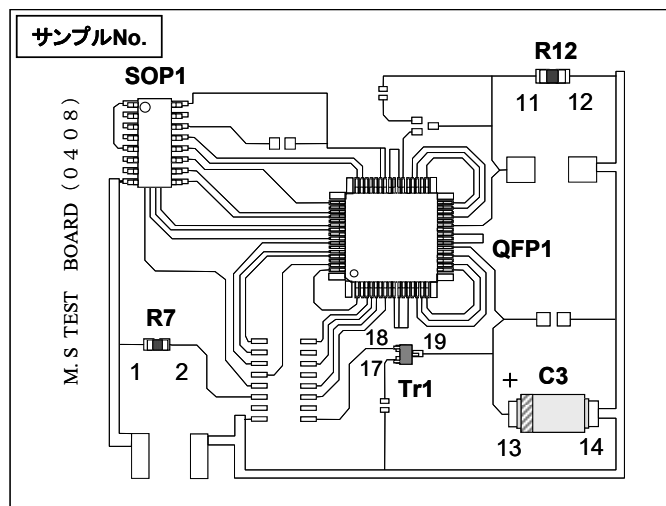
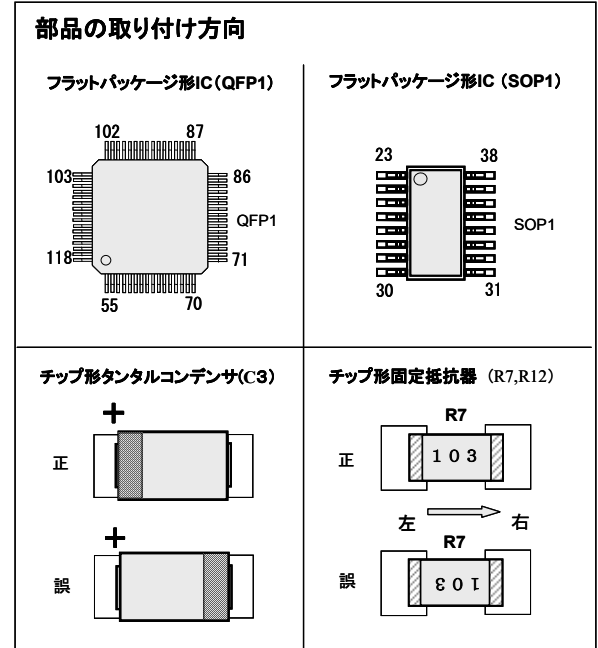

図 1 試験材の組立図
図 2 部品の取り付け方向
指定された試験材を「マイクロソルダリング技術認定・検定試験における品質判定基準」に基づき、指定の組立図（図 1）と相違ないか、10 倍の顕微鏡を用いて 20 分間で検査しなさい。なお、部品の種類は表 1 に、部品の取り付け方向は図 2 に従うこととする。
- ⑤ 解答用紙に指定された試験材のサンプル No.を記入しなさい。
- ⑥ 解答用紙の縦の良否判定項目欄は「マイクロソルダリング技術認定・検定試験における品質判定基準」該当する各不良名称および良品を示し、横の欄は試験材に該当する部品記号およびランド No.を示している。
- ⑦ 試験材が図 1、図 2 および表 1 に示す実装状態であるかを検査し、該当する部品記号と当てはまる良否判定項目の交わる欄に○印を記入しなさい。
- ⑧ 試験材が品質判定基準で示すソルダリング状態であるかを検査し、該当するランド No.と当てはまる良否判定項目の交わる欄に○印を記入しなさい。
部品の側の記号（例 R7）は部品記号を示し、番号はランド No.を示す。SOP と QFP のランド No.は図 2 に示す。